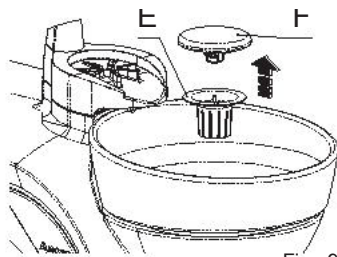

Fig. 9
为了避免喷溅和通过固体流失，痰盂装有过滤器 (E) 和盖片 (F)，位置在痰盂的排水管内。(图. 9)。